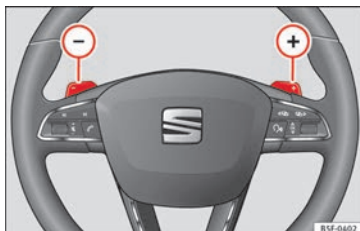

Fig. 145 Volante: alavancas para caixa de velocidades automática.
- Pressione a alavanca de mudanças **+** para engrenar uma mudança mais alta **» Fig. 145.**